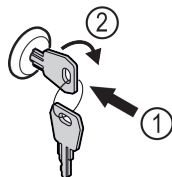

Fig. 131 Näitlik kujutis
- Vajutage võti sisse Fig. 131 (1).
- Keerake võtit 90° päripäeva Fig. 131 (2).